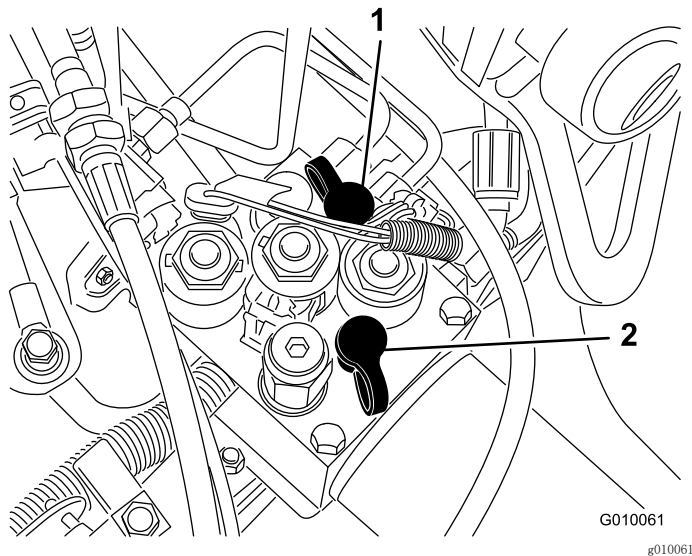

图61
- 测试端口 G 2 (图61) 用于协助对驱动补油回路进行故障诊断。
- 测试端口 G 1 (图61) 用于协助对提升油路压力进行故障诊断。